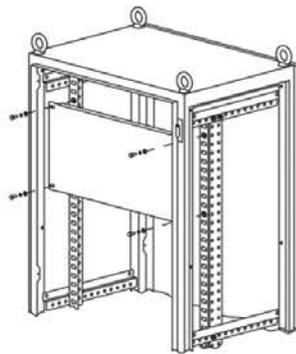

Рисунок 6
4.5.1 Закрепите уголки вертикальные в соответствии с 4.3, установите гайки кузовные М6 в передние прямоугольные отверстия уголков вертикальных в количестве и в местах, соответствующих расположению монтажной панели (рисунок 6).
4.5.2 Приложите монтажную панель к уголкам вертикальным и закрепите болтами М6×16 с шайбой и шайбой пружинной (рисунок 6). Момент затяжки 5 Н·м.